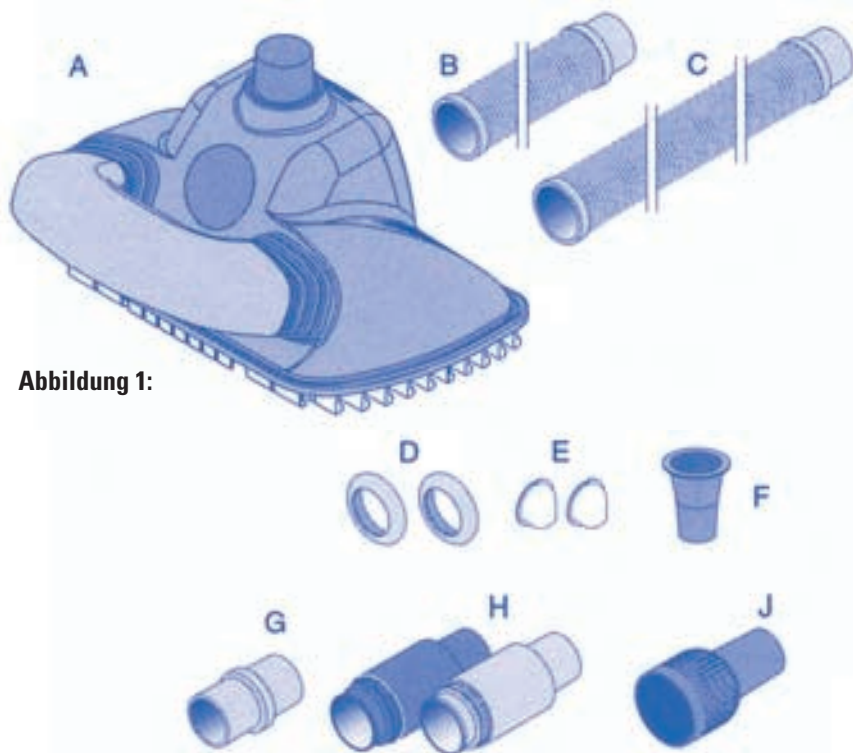

Abbildung 1:
1. Nehmen Sie alle Teile aus der Verpackung und überprüfen sie die Vollständigkeit der beige packten Artikel (siehe Abb.1).
5. Eines der Schlauchgewichte (Abb.1,D) an der dritten Schlauchverbindung hinzufügen. Falls das Schwimmbecken eine Gesamttiefe von mehr als 1,5 Meter hat, das zweite Gewicht an der fünften Schlauchverbindung hinzufügen. Ausgangspunkt ist der Schwimmbadreiniger.
Der Schutzkorb für die Durchflussmengen-Regulierer (Abb.1, J.) wird bei einer Installation des PoolShark® am Skimmer nicht benötigt. Der Schutzkorb kann in diesem Fall durch Blätter und andere Verunreinigungen verstopft werden. Das kann eine Zerstörung der Filterpumpe zur Folge haben.
4. Durchmesser-Reduzierstück (Abb.1,F) in die Skimmerbohrung einsetzen.
7. Durchflussmengen-Regulierer #1 (Abb.1,H) in das freie Schlauchende einstecken. Gesamtes Schlauchpaket mit Regulierer in das im Skimmer befindliche Reduzierstück installieren.
3. Falls erforderlich, das Durchmesser-Reduzierstück (Abb.1,F) im Sauganschluss installieren.
6. Durchflussmengen-Regulierer #1 (Abb.1,H) in das freie Schlauchende einstecken. Gesamtes Schlauchpaket mit dem Regulierer installieren.
2. Falls die Filteranlage gereinigt ist, der Reiniger trotzdem sehr langsame Bewegungen macht, ist wahrscheinlich die Leistung der Pumpe zu gering oder die Gesamtschlauchlänge zu lang. Das bedeutet, Durchflussmengen-Regulierer #2 (Abb.1,H) installieren. Die Installation wird nach dem selben Schema durchgeführt, wie bei der Montage von der Regulierhilfe #1, siehe " Installation" Seite ?.
4. Einlaufdüse installieren. Allgemeines: Die mitgelieferten Korrekturhilfen für Einlaufdüsen (Abb.1,E) kann bei den meisten europäischen Schwimmbecken nicht verwendet werden. Sie dient dazu den Wasserstrahl von der Einlaufdüse so zu verändern, dass das einströmende Wasser den Schlauch des PoolShark nicht kontinuierlich abdrängt. Das hätte zur Folge, dass der PoolShark diesen Bereich vom Schwimmbecken ungenügend reinigt. Falls Sie diese Einlaufdüse verwenden können, ist wie folgt zu verfahren: